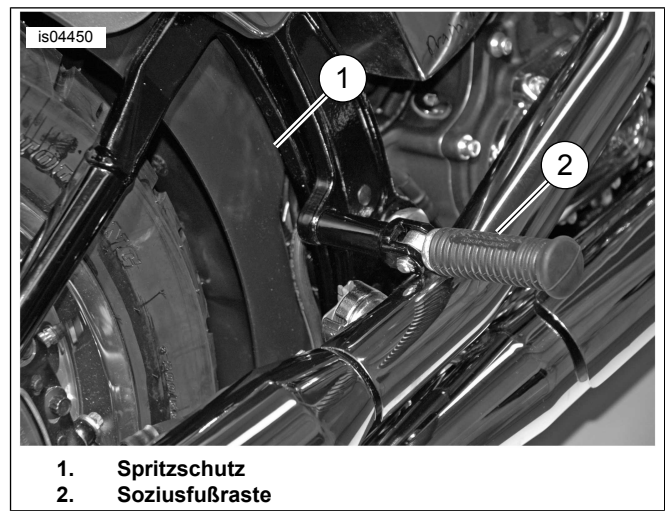

Abbildung 5. Spritzschutz und Soziusfußraste
1. Siehe Abbildung 5. Die Schraube auf der inneren Seite entfernen und die Zungen anheben, um den Spritzschutz zu lösen.
2. Siehe Abbildung 5. Den Spritzschutz im Radkasten nach unten in seine ursprüngliche Position schieben.